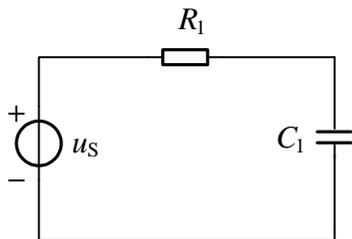
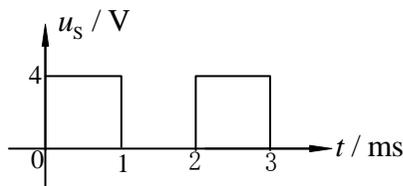

图 28
图 29
**例 4:** 电路如图 28 所示,  $R_1 = 2k\Omega$ ,  $C_1 = 0.1\mu F$ 。当电源为如图 29 所示波形时, 观察电容的充放电过程。